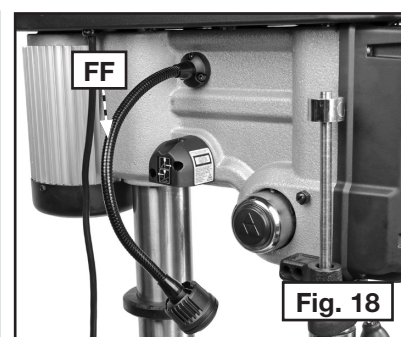

Fig. 18
6. Le résultat de l'installation de la lampe de travail DEL (FF) devrait ressembler à la figure 18.